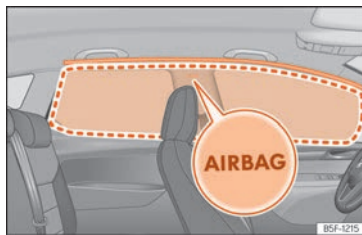

Fig. 33 Ubicació i zona de desplegament del coixí de seguretat per al cap.
Els coixins de seguretat per al cap es troben a tots dos costats de l'habitacle, a sobre de les portes »» **fig. 33**, i la seva ubicació està indicada amb la paraula "AIRBAG".
En disparar-se, el coixí de seguretat per al cap ocupa la zona emmarcada en vermell (zona de desplegament) »» **fig. 33**. Per aquest motiu, mai s'hauran de dipositar o fixar objectes en aquesta zona »» **△**.
- Assegureu-vos que els nens viatgin asseguts correctament als seients i no situïn el cap a la zona de desplegament dels coixins de seguretat per al cap »» fig. 33, ja que, si es disparen, podrien colpejar-los i provocar-los lesions greus.